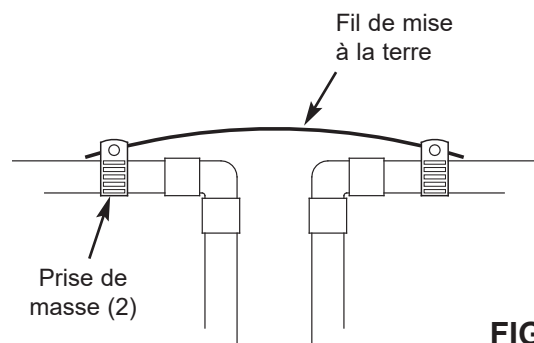

FIG. 13
- Reliez les sections enlevées de la conduite d'eau principale avec un fil de cuivre de calibre 4, fixé solidement à chaque extrémité (cf. Figure 13). Pièces non fournies.